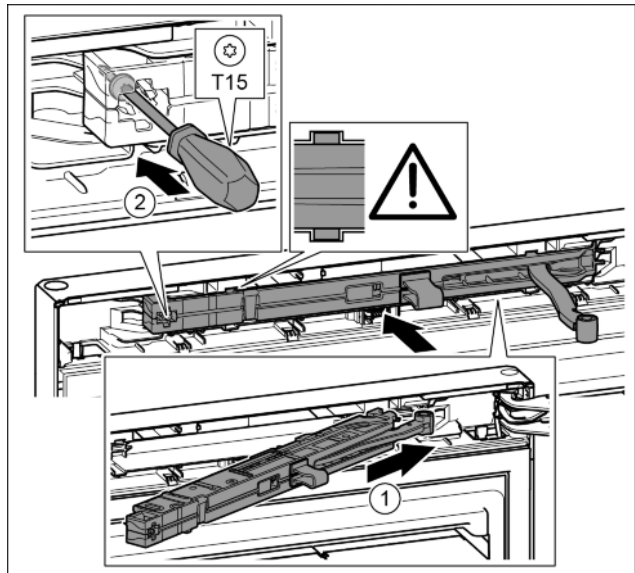

Fig. 24
- ▶ Introduire à fond l'amortisseur de fermeture du côté du support de palier dans la rainure en l'inclinant. Fig. 24 (1)
- ▶ Serrer la vis avec un tournevis T15. Fig. 24 (2)